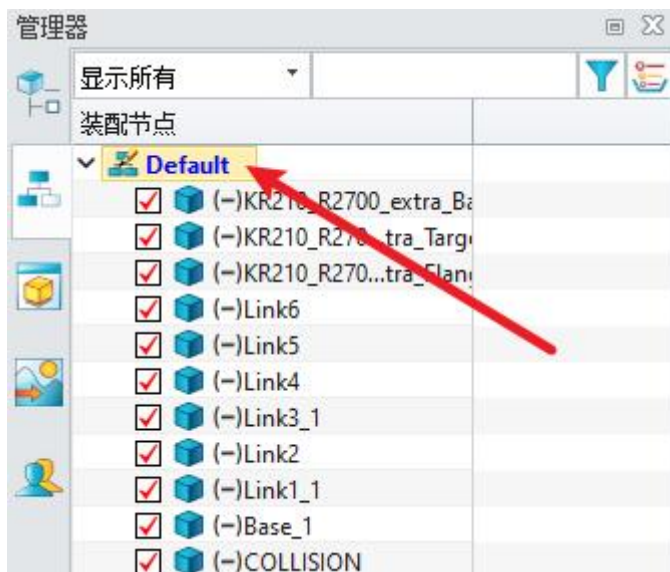

图 11-7: 激活装配体
- 右键单击删除约束下的坐标。删除坐标也会删除约束。（图 11-7）